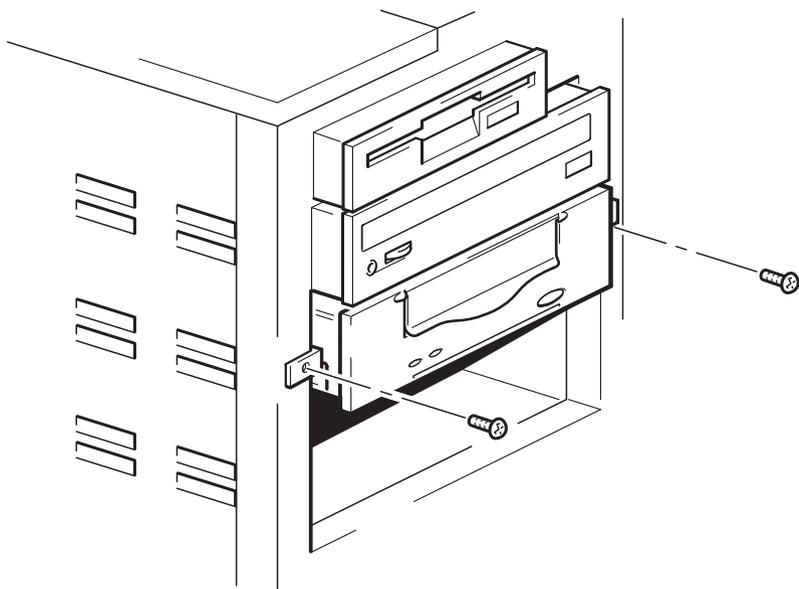

Abbildung 9a: Befestigen des Laufwerks an Einbauteilen
- 1 Befestigen Sie das Bandlaufwerk in seiner Position. Befestigen Sie das Bandlaufwerk mit den in "Schritt 3: Vorbereiten des Laufwerkseinschubs" auf Seite 15 entfernten Schrauben (siehe Abbildung 9a).